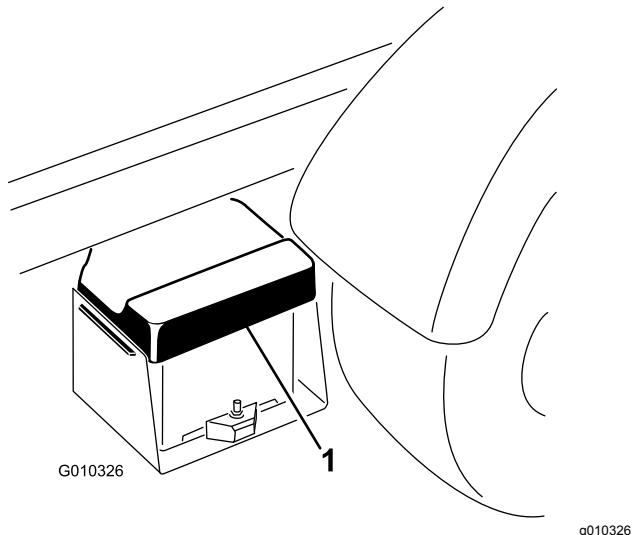

Figura 50
1. Aperte a tampa da bateria para soltar as patilhas da base da bateria e remova a tampa da base da bateria (Figura 50).